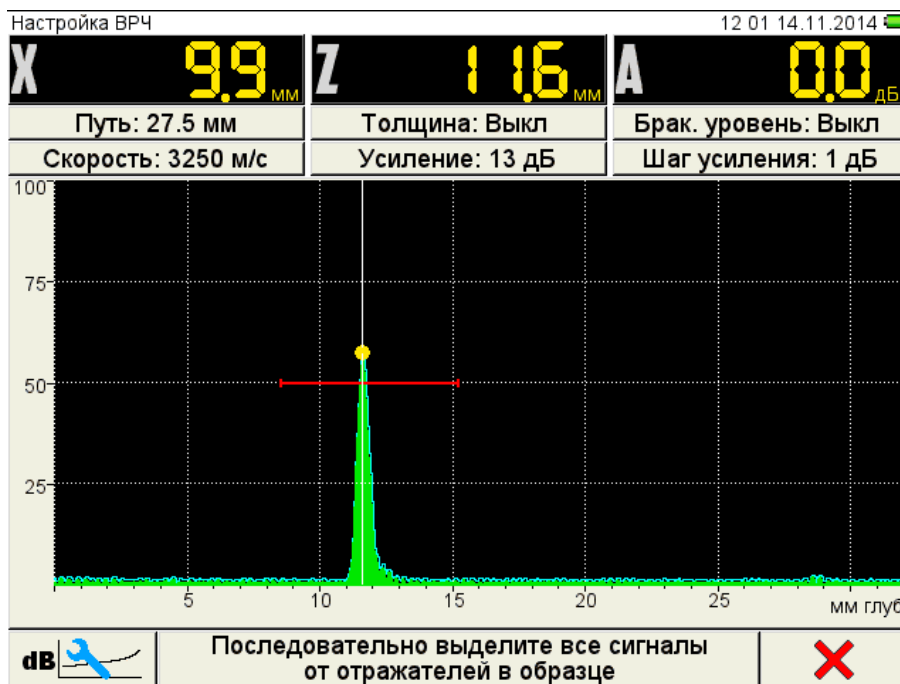

Рисунок 19
– найти максимальный сигнал от первого контрольного отражателя и отредактировать усиление и положение строба таким образом, чтобы сигнал пересекал строб и курсор измерял данный сигнал (рисунок 19);